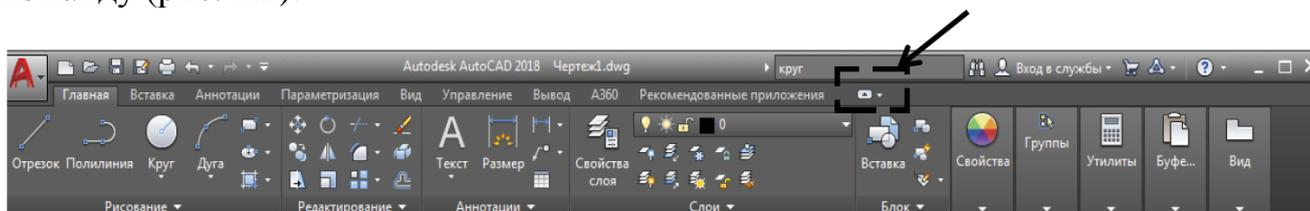

Рис. 1.2. Лента с расположенными на ней тематическими вкладками
Лента (7) содержит панели, предназначенные для построения двухмерных трехмерных объектов, на которых располагаются тематические вкладки. Имена команд AutoCAD на этих вкладках представлены в виде пиктограмм. Если установить курсор мыши на пиктограмме, то рядом с ней появляется название соответствующей команды и текстовая подсказка как выполнить эту команду (рис. 1.2).